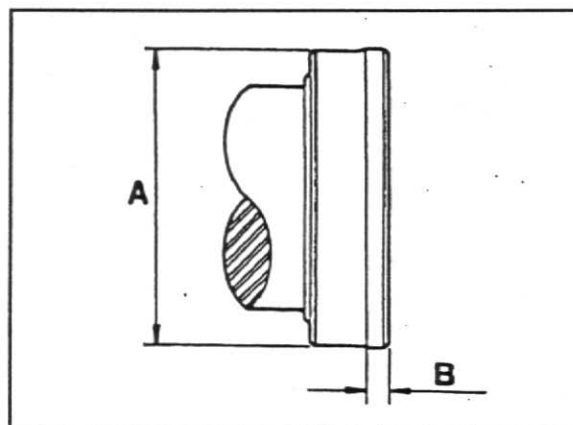

Fig. 13
- Quando as três posições apresentarem desgaste, o flange poderá ser rebaixado para a dimensão A. A superfície de montagem do volante não deve ser rebaixada, faixa B. Mantenha o acabamento superficial. Diâmetro do flange traseiro: 133,27 - 133,32 mm ou 5,247 - 5,249 pol. Largura do flange traseiro: 31,24 - 32,28 mm ou 1,230 - 1,271 pol, fig.13.